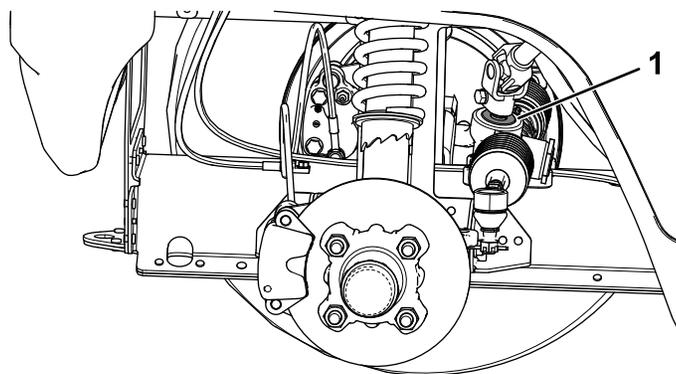

Рисунок 47
**Внимание:** Проверьте состояние и надежность уплотнения вала ведущей шестерни (Рисунок 47).